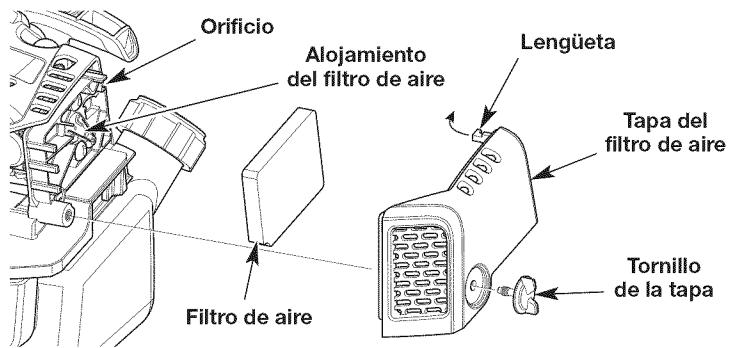

Fig. 24
- Desenrosque completamente el tornillo de la tapa. Gire la cubierta del filtro de aire hacia la derecha. Extraiga la tapa del filtro de aire del alojamiento de dicho filtro (Fig. 24).
- Extraiga el filtro de aire de su alojamiento (Fig. 24).
- Vuelva a instalar el filtro de aire en su alojamiento (Fig. 24).
- Inserте la lengüeta sobre la cubierta del filtro de aire dentro del orificio en el alojamiento del filtro de aire. Gire la cubierta del filtro de aire hacia la izquierda. Oprima la tapa del filtro de aire nuevamente en el alojamiento de dicho filtro. Inserte el tornillo de la tapa dentro de la tapa del filtro de aire. Apriete el tornillo de la tapa para sujetar dicha tapa (Fig. 24).